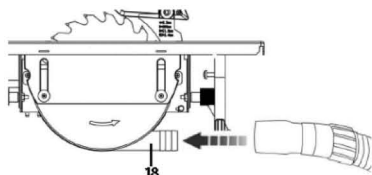

Fig.5
- > La sierra de banco está equipada con un puerto de extracción de polvo (18) / Diámetro. 24mm para extracción de serrín y virutas.
- > Conecte un dispositivo de extracción de polvo adecuado, p.ej. un acoplamiento de un aspirador apropiado, a la salida de extracción de polvo (28) (Fig. 5)